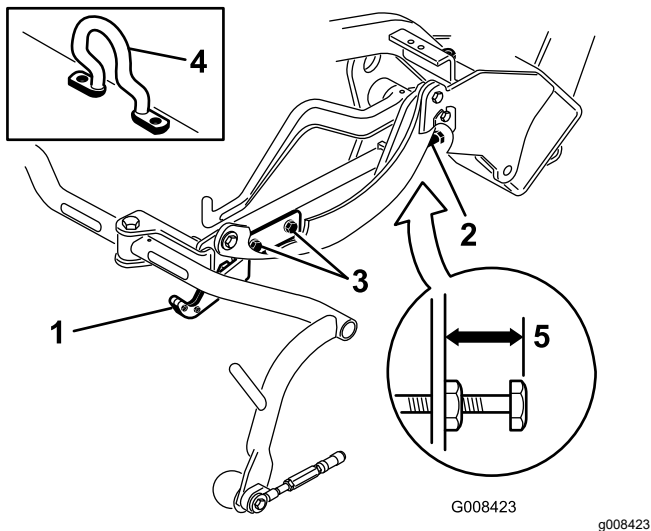
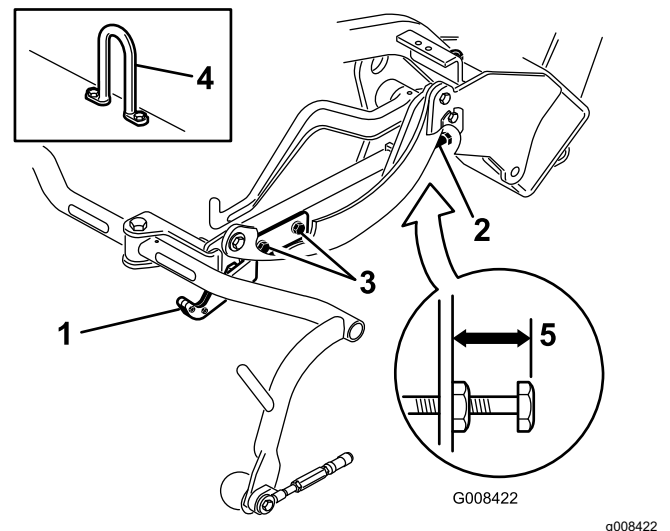
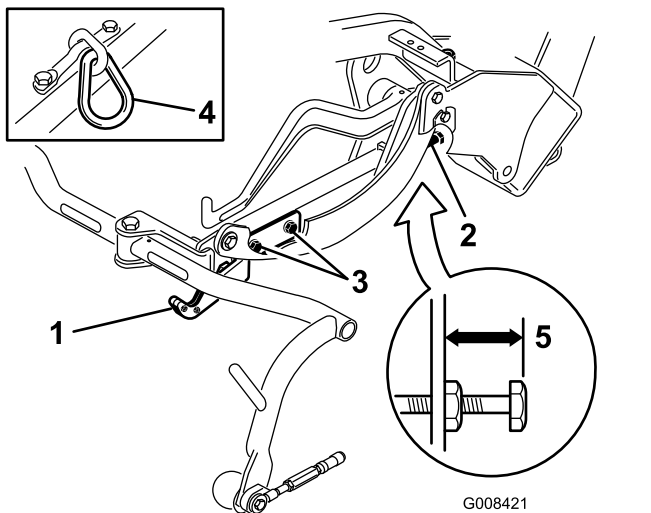

Bild 10
Bild 12
Bild 11
Prüfen Sie die Transporthöhe (Bild 11 und Bild 12) und stellen Sie diese ggf. ein.
2. An Schneideinheiten, die einen Versatzhubhaben haben (Bild 10, Einsatz) müssen Sie darauf achten, dass der Abstand von der Oberkante der Einstellschraube am Trägerrahmen bis zur Rückseite des Trägerrahmens 25 mm beträgt. Sollte der Abstand nicht 25 mm sein, gehen Sie auf Schritt 4.
3. An Schneideinheiten, die ein Kettenglied oder einen geraden Hubhaken haben (**Bild 11** und **Bild 12**, Einsätze) müssen Sie darauf achten, dass der Abstand von der Oberkante der Einstellschraube am Trägerrahmen bis zur Rückseite des Trägerrahmens 22 mm beträgt. Sollte der Abstand nicht 22 mm sein, gehen Sie auf Schritt 4. Wenn die Schneideinheit mit einem Versatzhublenker (**Bild 10**) ausgestattet ist, gehen Sie auf den nächsten Schritt.
4. Lockern Sie die Befestigungsschrauben an der Transportplatte (**Bild 11**, **Bild 12** und **Bild 10**).
7. Wenn die Trägerrahmen nicht dieselbe Höhe aufweisen, lösen Sie die Klemmmutter an der Einstellschraube des Trägerrahmens (**Bild 10**, **Bild 11** und **Bild 12**). Drehen Sie die Schraube raus, um den Trägerrahmen anzuheben, oder drehen Sie die Schraube rein, um ihn abzusenken. Ziehen Sie die Klemmmutter wieder an, nachdem Sie die korrekte Höhe eingestellt haben.